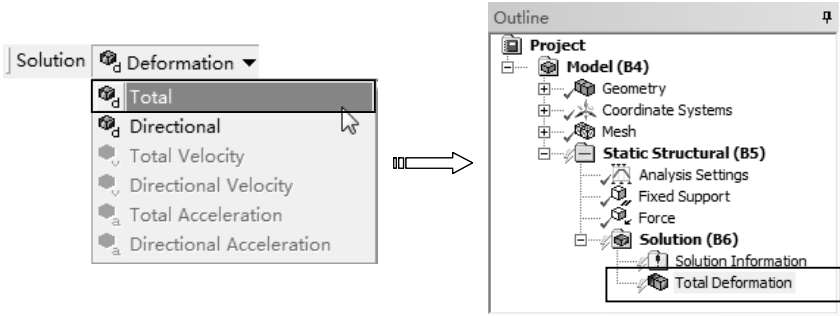

图 5-49 添加变形求解项
- 2) 求解变形。单击【Solution】工具栏上的【Deformation】|【Total】命令，此时在分析树中插入【Total Deformation】项，如图 5-49 所示。